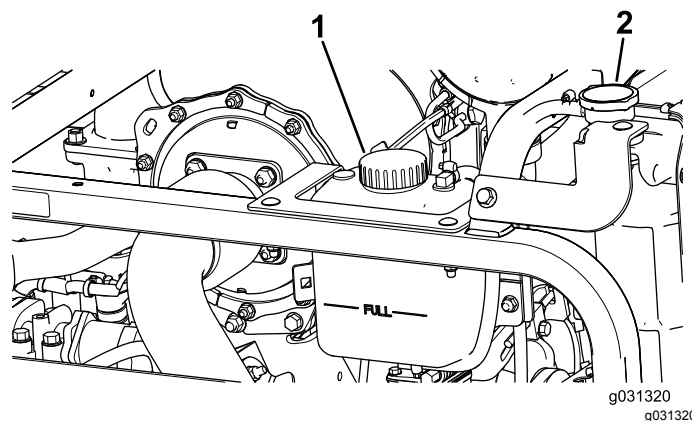

Figure 106
1. Retirez le bouchon du radiateur et le bouchon du vase d'expansion avec précaution (Figure 106).
2. Vérifiez le niveau de liquide de refroidissement dans le radiateur (Figure 106).